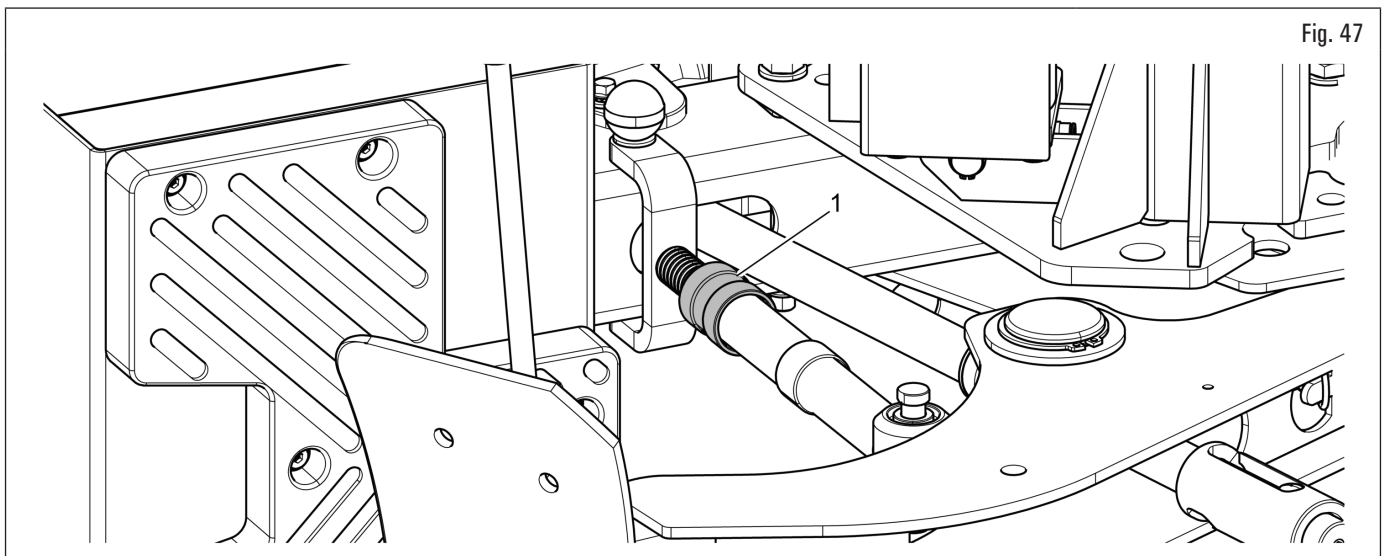

Fig. 47
2. regular la carrera del limitador del destalonador actuando sobre su virola de regulación (Fig. 47 ref. 1), de manera que la paleta pueda penetrar más allá del borde de la llanta hasta una altura igual a la altura de una cuña del alargue del destalonador;